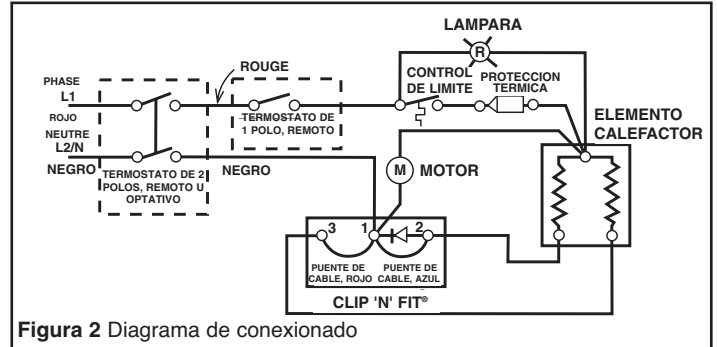

Figura 2 Diagrama de conexionado
- Siguiendo el diagrama de conexionado (Figura 2), conecte los conductores de alimentación a los cables de conexión del calefactor situados en la caja posterior, por medio de conectores de cable adecuados.